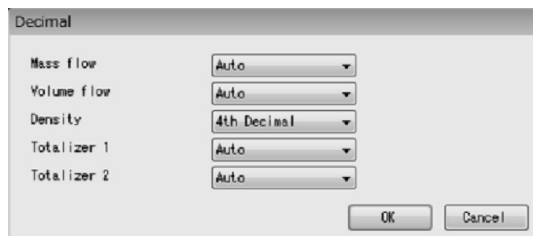

図84
- ① メニューの「Setup(S)」をクリックし、「LCD」のドロップダウンリストの中から、「Decimal」を選び再度クリックします。
- ② 次のウィンドウ(図84)が表示されます。ここではLCDに表示する計測値の小数点位置を設定します。